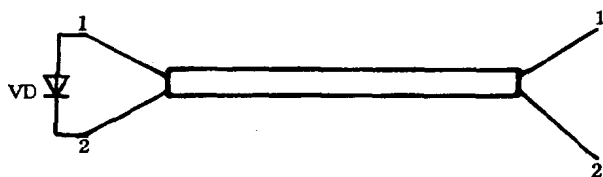

图 1-1 两芯电缆对线
(1) 两芯电缆对线法
① 选一只晶体二极管,型号、规格任定,测定出二极管的阳极和阴极。
② 将二极管接在电缆一端的两根芯线上,并确定接二极管阳极的芯线为1号线,接阴极的芯线为2号线,如图1-1所示。
③ 在电缆的另一端,用万用表的 $R \times 100$ 电阻挡正、反测两芯线之间的电阻。万用表的指示值,将是一次大,一次小。示值小的一次,接负表笔的芯线为1号线,另一根为2号线。
(2) 三芯电缆对线法
① 选一只晶体二极管,型号、规格任定,测定出二极管的阳